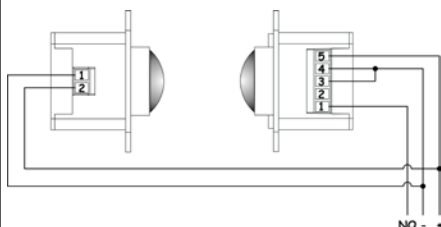

Fig. 10
- Una coppia di fotocellule come datore di impulso (fig. 10).